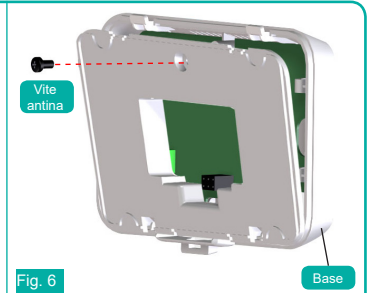

Fig. 6
- 4 - Utilizzare la **Vite antenna** per fissare l'**Antina** alla **Base** (Fig.6).